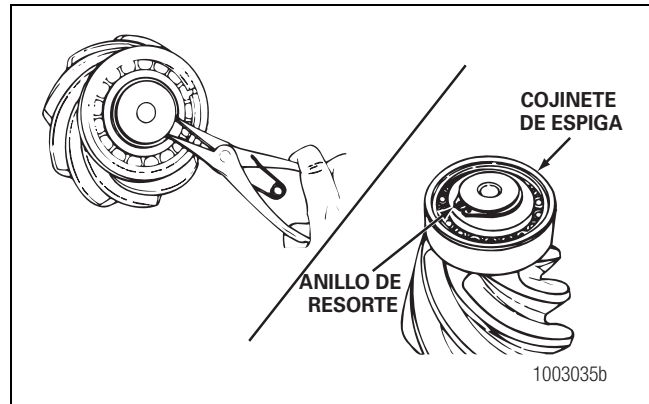

Figura 5.4
3. Use unas pinzas adecuadas para instalar el anillo de resorte, si así está equipado, en la ranura en el extremo del piñón de mando. Figura 5.4.